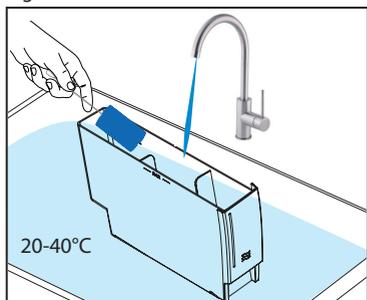

Fig.2
2. Laver le réservoir d'eau avec de l'eau propre, 20-40°C. Au besoin, on peut utiliser un produit de nettoyage sans danger pour les aliments. (Voir Fig.2)